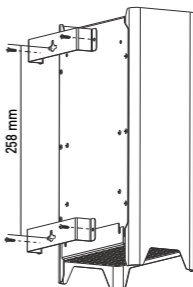

Fig. 1
- 6.4. Il kit include ganci aggiuntivi per il montaggio del dispositivo a parete in posizione orizzontale o verticale (lo schema di installazione dei ganci è mostrato nella figura "Fig. 1").